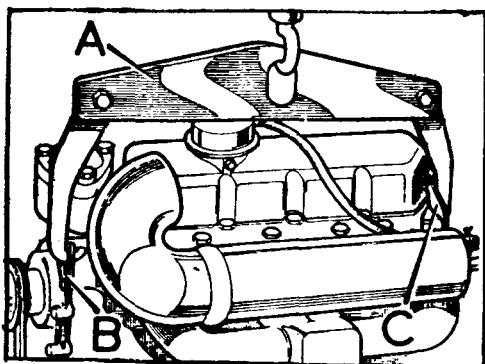

Fig. A1-10 Dispositivo elevador del motor
- 1.7. Instalar sobre los ganchos de elevación del motor, B y C (Fig. A1-10), una brida o cadena, A, y empleando un dispositivo elevador adecuado, subir el motor hasta que los soportes de fijación del mismo se separen de los tacos de apoyo.
- 2.2. Instalar en su sitio el colector de admisión, A (Fig. A1-10), fijándolo - con sus tuercas y arandelas, D, sin apretarlas del todo.